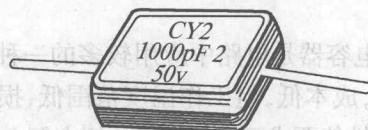

图 1-15 云母电容器
(4) 云母电容器。云母电容器是用云母作为介质，并在云母表面镀一层银作为电极，经压制而构成的电容器。其稳定性及可靠性高，高频特性好，但相对其他电容器体积较大。常用于无线电通信设备中，如电视机、收音机等。云母电容器的外形如图 1-15 所示。